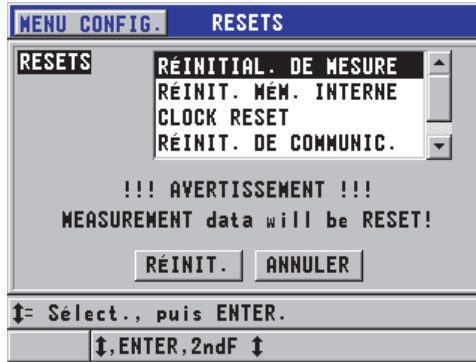

Figure 12-1 Activation d'une fonction de réinitialisation
2. Dans l'écran **RESETS**, faites ce qui suit (voir la Figure 12-1 à la page 225) :